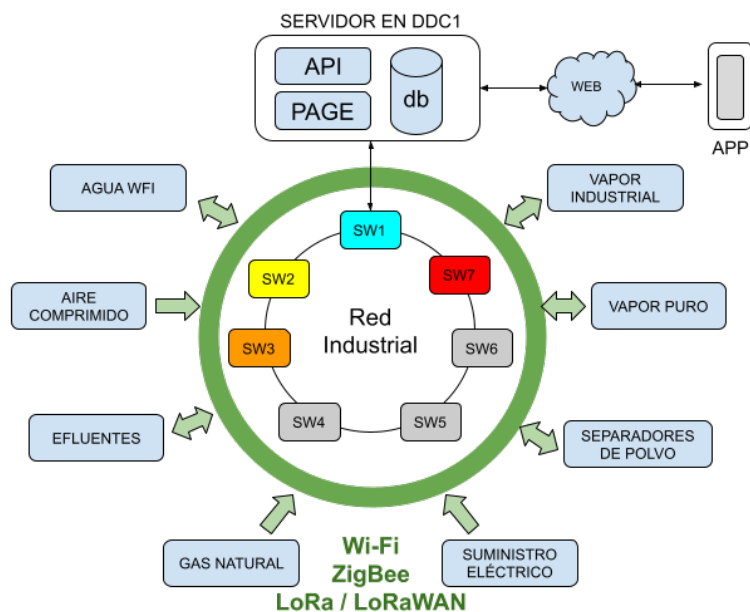

Figura 1. Diagrama de la red.
Los SCADAS se encuentran distribuidos en dos salas de control denominadas DDC1 y DDC2. La conexión con los sistemas de control se realiza por medio de una red de fibra óptica (FO) compuesta por siete switches conectados en anillo. En la figura 1 se observa un diagrama conceptual de la red.